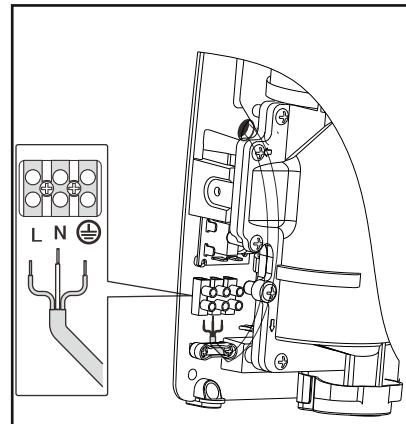

Рисунок 3
- Установите корпус сушилки в исходное положение и затяните боковые винты (Рис. 3).
- Подключите штепсельную вилку шнура электропитания к розетке, либо подключите прибор к сети электропитания скрытой электропроводкой (Рис.3):